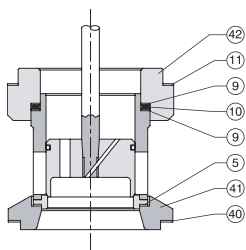
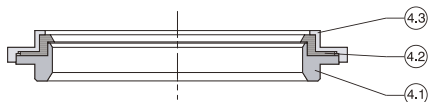

Fig. 4 - Interno reduzido.
Fig. 5 - Assento resiliente.
7. Remova a junta do corpo (11). Para interno reduzido, (fig. 4) remova o adaptador da gaiola (42).
8. Remova a gaiola (7), com a junta espiralada (10) e junta da gaiola (9).
9. Retire a sede (4) e junta da sede (5). Para assento resiliente (fig. 5) a sede é composta por sede superior (4.3), anel sede (4.2) e sede inferior (4.1).
10. Para interno reduzido (fig. 4), retire o adaptador da sede (41), e junta do adaptador da sede (40). Retire as gaxetas (17) e demais componentes internos do castelo, através de um dos seguintes procedimentos:
- No caso de gaxetas de PTFE em "V", utilizando-se uma haste ou bastão, force a mola (10) afim de forçar os componentes a saírem pela extremidade superior do castelo.
11. Para corpos com flanges soltos, se necessário remove-los, esmerilhe o ponto puncionado no corpo (1) na parte traseira do flange (2) e deslize o flange (2) em direção ao corpo (1) o suficiente para liberar os anéis bi-partidos (3).
12. Para corpos com flanges soltos, se necessário remove-los, esmerilhe o ponto puncionado no corpo (1) na parte traseira do flange (2) e deslize o flange (2) em direção ao corpo (1) o suficiente para liberar os anéis bi-partidos (3).
7. Retire a sede (4) e junta da sede (5). Nas válvulas com assento resiliente e área de passagem maior que 0.5" a sede é composta por sede superior (4.3), anel sede (4.2) e sede inferior (4.1) (fig. 5).
8. Retire as gaxetas (17) e demais componentes internos do castelo, através de um dos seguintes procedimentos:
9. Para corpos com flanges soltos, se necessário remove-los, esmerilhe o ponto puncionado no corpo (1) na parte traseira do flange (2) e deslize o flange (2) em direção ao corpo (1) o suficiente para liberar os anéis bi-partidos (3).
2. Para válvula com interno reduzido (fig. 4) instale a junta do adaptador da sede (40) e adaptador da sede (41).
3. Instale a junta da sede (5) e sede (4), ou, para válvula com assento resiliente (fig. 5), a sede inferior (4.1), anel sede (4.2) e sede superior (4.3).
4. Monte a gaiola (7) no corpo (1). Assegure-se que a gaiola monte adequadamente na sede. Qualquer posição rotacional da gaiola em relação ao corpo é aceitável.
5. Coloque a junta da gaiola (9), junta espiralada (10) e junta do corpo (11) sobre a gaiola. Para válvula com interno reduzido (fig. 4) coloque a junta da gaiola (9), junta espiralada (10) e outra junta da gaiola (9) sobre a gaiola, monte o adaptador da gaiola (42) e coloque a junta do corpo (11) sobre o adaptador da gaiola.
6. Substitua o anel de vedação (13), caso apresente danos visíveis. Tome o máximo cuidado para não arranhar as superfícies do anel de vedação (13) ou o canal de alojamento do anel no obturador (6) pois, do contrário, não mais se conseguirá a vedação apropriada. Para anel de vedação em PTFE, instale antes a lâmina metálica (12). Válvulas tipo 85-20, 85-21, 85-70 e 85-71 não tem anel de vedação.
7. No caso de substituição da haste, rosqueie a nova haste (16) no obturador (6) até o final da rosca, de maneira que fique bem apertada. Faça um furo passante para o pino (8) através do obturador (6) e da haste (22) usando o furo existente no obturador (6) como guia. Instale um novo pino (8) e trave-o.
3. Instale a junta da sede (5) e sede (4), ou, para válvula com assento resiliente e área de passagem maior que 0.5" (fig. 5), a sede inferior (4.1), anel sede (4.2) e sede superior (4.3).